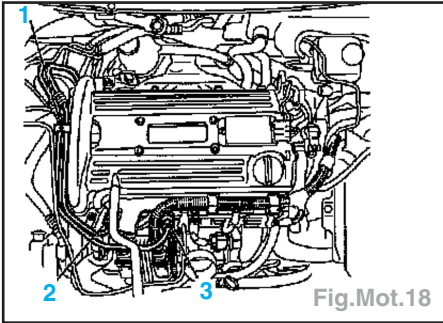

Fig.Mot.18
- ouvrir le clips (1), défaire les raccords (2 et 3) (Fig.Mot.18).
- Ouvrir le clips (1), défaire les raccords (2 et 3) (Fig.Mot.18).